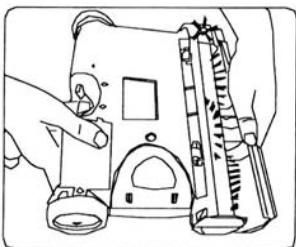

Fig. 10
- Quite la cubierta del cepillo. (Fig. 10). (Vea la página 14 por instrucciones detalladas).